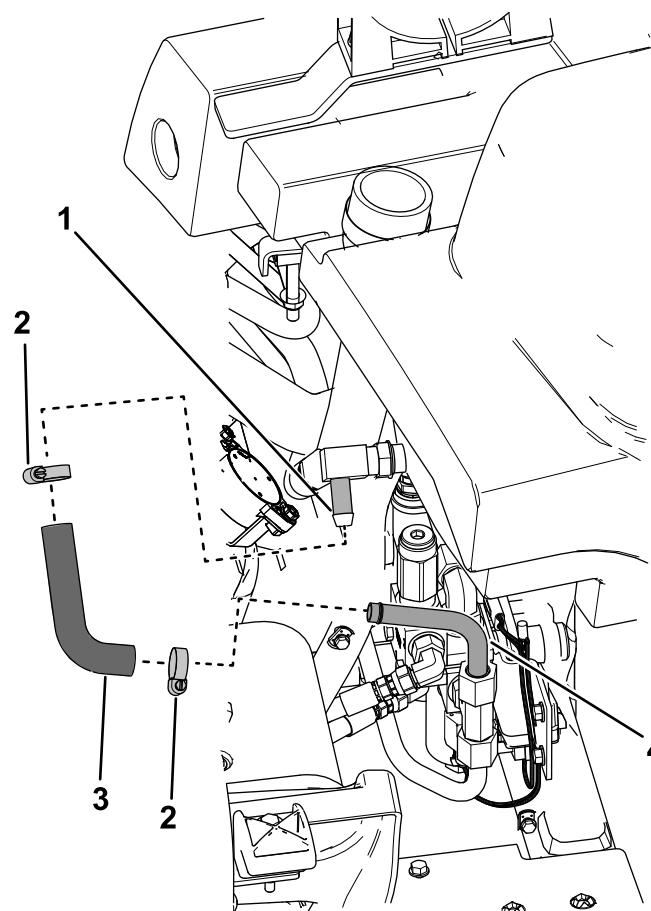
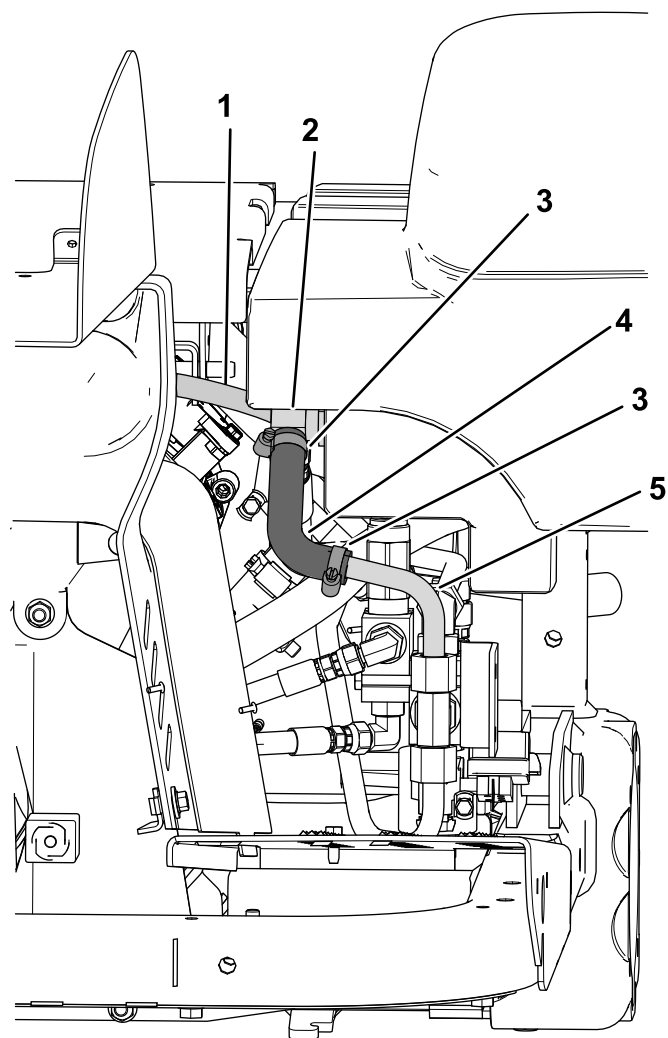

図 24
図 31
3. バルブの側部組みつけられたフィッティングに油圧ライン4番を取り付ける 図 24。
11. モールドタイプの細い油圧ホースに小さいホースクランプ2個を取り付ける 図 24 と 図 31。
12. モールドホースの長い方の端部を、油圧オイルタンクの 90 度 T 字フィッティングに取り付ける 図 31。
13. モールドホースの短い方の脚を、油圧ライン4番のバーブ端部に取り付ける 図 31。
15. 油圧ラインホース5番を、小さい 90 度 T 字フィッティングに仮止めする 図 31。